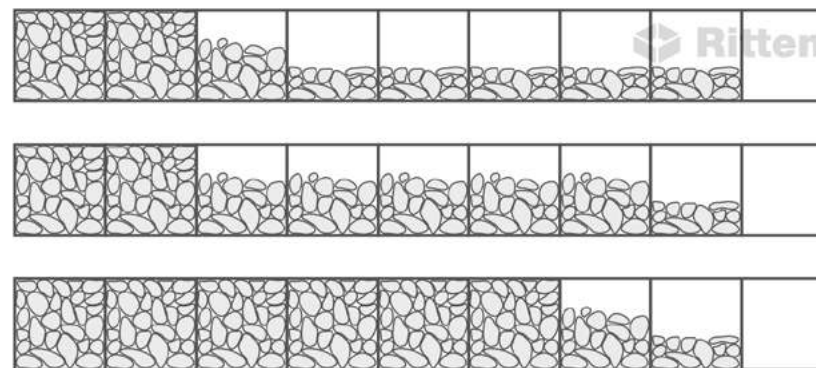

Рис.7
- 3 Таким же образом заполнить остальные габионы в ряду, кроме последнего, если планируется продолжение ряда (Рис.7).